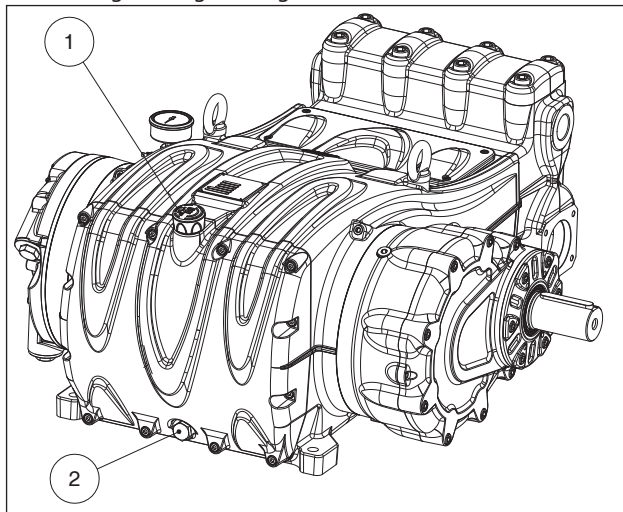

Abb. 3
Überprüfen Sie den Ölstand über den entsprechenden Ölmesstab mit min. sowie max. Markierungen ①, Abb. 3 und füllen Sie bei Bedarf Öl nach.
Die Ölstandsprüfung hat bei Pumpe auf Umgebungstemperatur zu erfolgen, für den Ölwechsel soll die Pumpe dagegen auf Betriebstemperatur sein. Entfernen Sie dazu den Verschluss Pos. ②, Abb. 3.